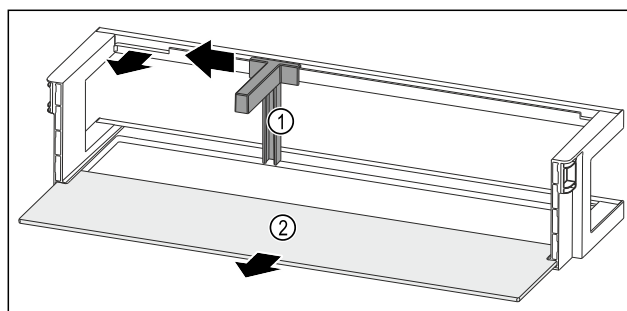

Fig. 98 Balconcino controporta con portabottiglie e ripiano
- Spingere il portabottiglie Fig. 98 (1) lateralmente fino all'incavo.
- Rimuovere il portabottiglie Fig. 98 (1).
- Rimuovere il ripiano Fig. 98 (2).